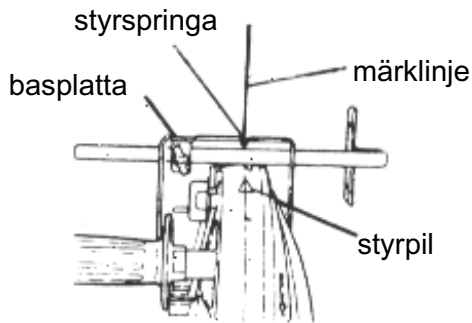

Fig. 8
1. Lägg maskinen på arbetsmaterialet så att pilen på ytterkåpan och styrspringan på basplattan följer märklinjen på arbetsmaterialet. (Fig. 8)